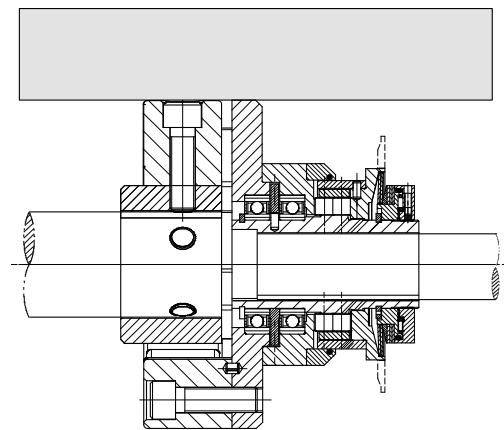

Bild 3
Nach der Montage der Kupplung ist diese sorgfältig auszurichten, falls die gekoppelten Aggregate nicht bereits durch Zusammenflanschen gut fluchten. Je höher die Drehzahl der Kupplung, desto sorgfältiger sollte die Ausrichtung im Interesse einer langen Lebensdauer der Kupplung erfolgen. Bei dieser Ausführung kann die Fluchtung sehr leicht durch ein Lineal (Bild 3) kontrolliert werden. Dabei muss der Außendurchmesser des Elastomerrings (10) an den Seiten, wo die Radialschrauben sitzen, mit dem Zwischenflansch (9); und zwar in verschiedenen Ebenen.